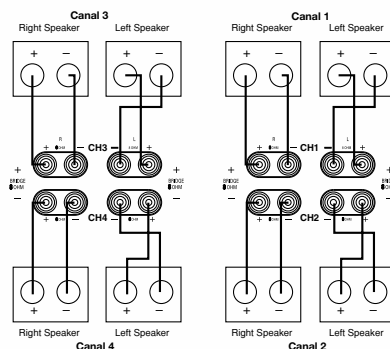

Figure 1
Dans ce cas de configuration, les enceintes doivent être branchées comme montré en Figure 1, et chaque canal connecté au bornier approprié **2/3/4/5**.
- Reliez la source d'entrée audio commune à trois canaux aux prises **d'entrée Ampli principales ①**. Les enceintes pilotées par ce signal devront être reliées aux borniers du panneau arrière **sortie haut-parleur CH 1 ④**, **sortie haut-parleur CH 2 ⑤** et **sortie haut-parleur CH 4 ③** en utilisant le repérage normal montré en Figure 1.
- Reliez l'autre source d'entrée audio à la prise **d'entrée CH 3 ⑭**.
- Déplacez le **sélecteur CH 3 séparé ①** vers la gauche, sur ON.
- Reliez la paire d'enceintes qui sera pilotée par le signal d'entrée séparé au **bornier de sortie CH 3 ②** en utilisant le repérage standard montré en Figure 1.
- Ne modifiez pas la position des **sélecteurs de mode d'amplification ⑰/⑱**. Laissez-les dans leur position par défaut sur NORMAL.
- La paire d'enceintes pilotée à moindre puissance doit être reliée au bornier **de sortie CH 4 ③** en respectant le repérage standard montré en Figure 1.
- Localisez le **sélecteur de mode bridgé Bridge 1 ⑰** sur le panneau arrière et utilisez un tournevis Phillips #1 pour déposer les vis de la languette de sécurité en plastique qui entoure le sélecteur.